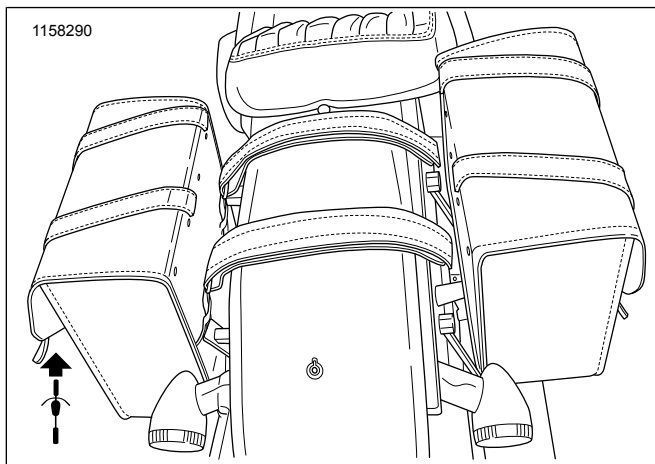

Figure 3. Positionnement de la chape de support
10. Voir la figure 3. Poser les chapes de support, déjà fixées à la sacoche de droite, en les faisant passer par le ruban anti-abrasion du garde-boue pour les fixer à la sacoche de gauche.